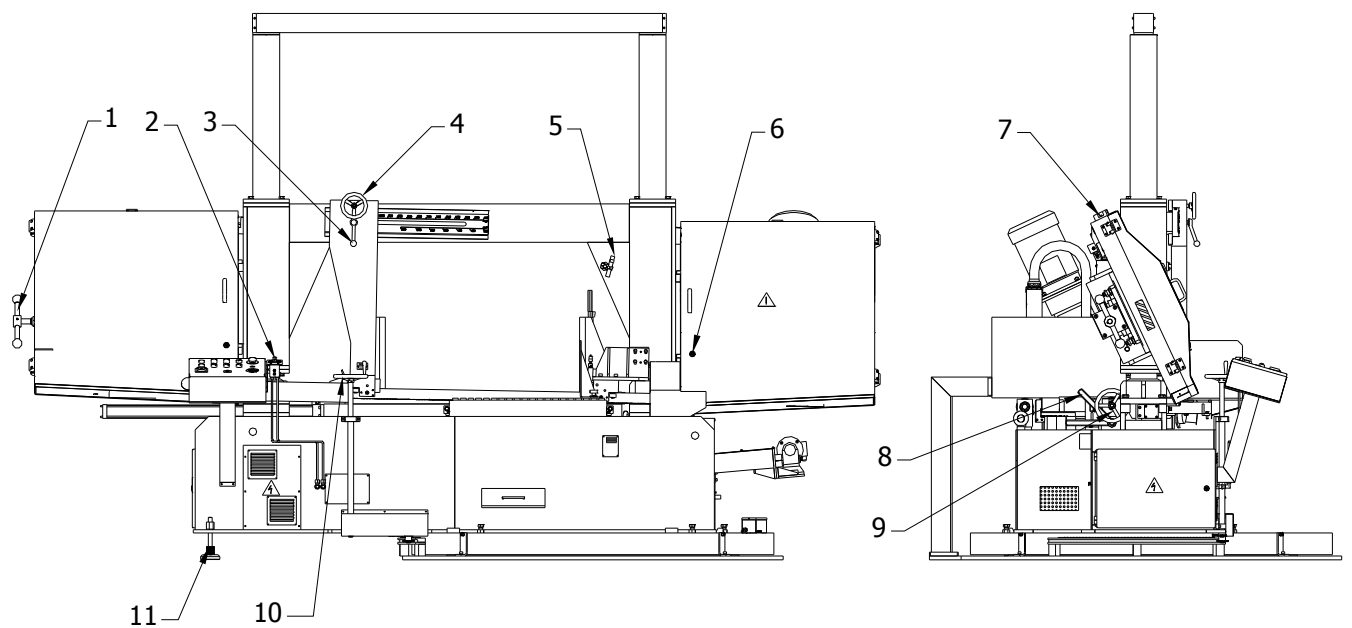
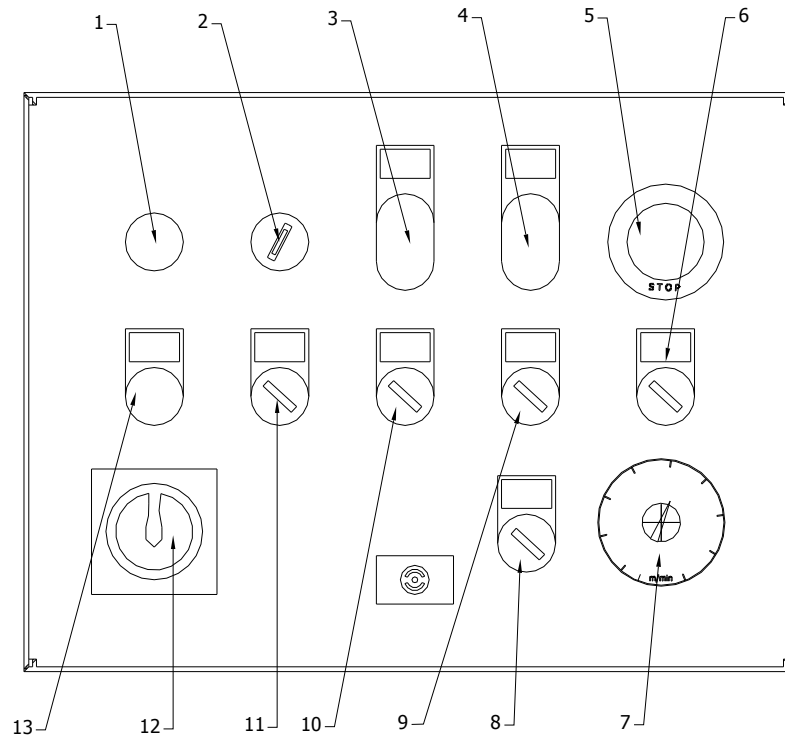

рис.3
рис.4
4.1. ОРГАНЫ УПРАВЛЕНИЯ-рис.3/рис.4